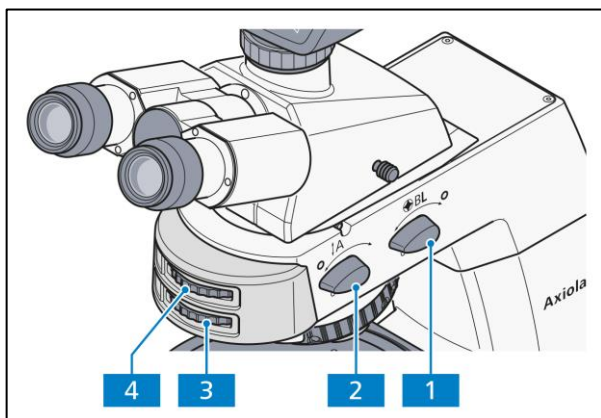

Abb. 4-11 Axiolab 5 für Durchlicht-Konoskopie
- Analysator mit Drehknopf **A** (Abb. 4-11/2) in Strahlengang (Position **on**) bringen.
- Mit Stellrad (Abb. 4-11/43) des Analysators kann die Schwingungsrichtung verändert werden.
- Bertrandlinse **BL** (Abb. 4-11/1) einschalten (Position **on**). Daraufhin erscheint das Achsenbild im Sehfeld.
- Mit Stellrad (Abb. 4-11/54) das Achsenbild fokussieren.
(4) Auswertung